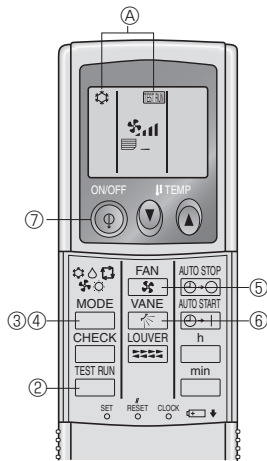

Fig. 7-5
7.2.2. Με ασύρματο τηλεχειριστήριο (Fig. 7-5)